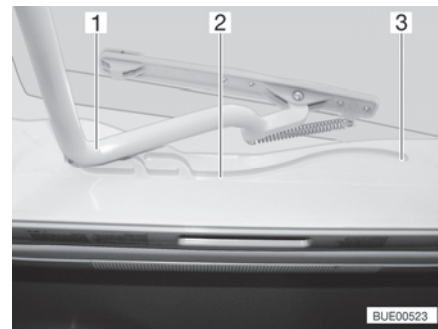

Bild 30 Spår (Heki-taklucka)
- Dra in bygeln (Bild 30,1) i spåren (Bild 30,2) till den bakersta positionen (Bild 30,3).
- Tryck bygeln (Bild 30,1) lätt uppåt med båda händerna.
- Drag bygel till önskad position i spåret (Bild 30,2).